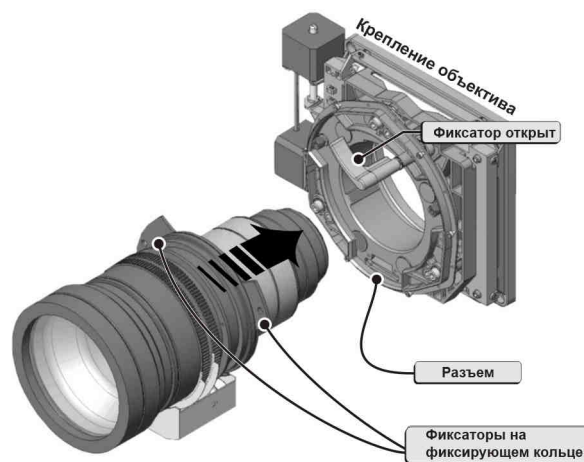

Рис. 2-6 Вставьте объектив
1. Поверните фиксатор объектива в ОТКРЫТОЕ положение. (Рис. 2-6)
3. Совместите выступы фиксирующего кольца с пазами узла крепления объектива. Полностью вставьте объектив в гнездо, не поворачивая его. (Рис. 2-6). В узле крепления объектива установлены магниты, помогающие правильно вставить объектив. Когда вы услышите щелчок, это будет значить, что объектив пришел в контакт с магнитами. Магнитные направляющие обеспечивают правильное положение объектива, ориентацию диафрагмы и подключение разъемов двигателей моторизованных систем фокусировки и изменения фокусного расстояния.